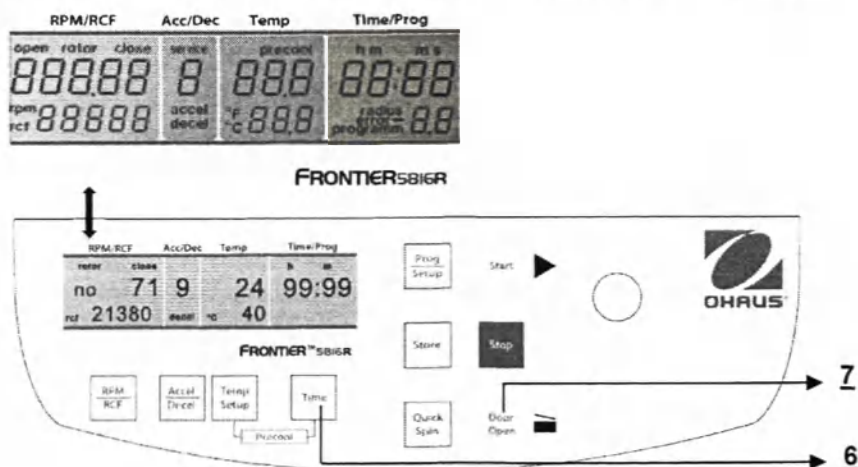

Рис. 29
При выключенной центрифуге нажмите одновременно кнопки **«Time»** (6) и **«Door Open»** (7) и включите главный выключатель центрифуги. После этого отпустите обе кнопки — в течение пяти секунд будет выполняться диагностика дисплея. Все индикаторы высветятся одновременно (см. рис. 29).